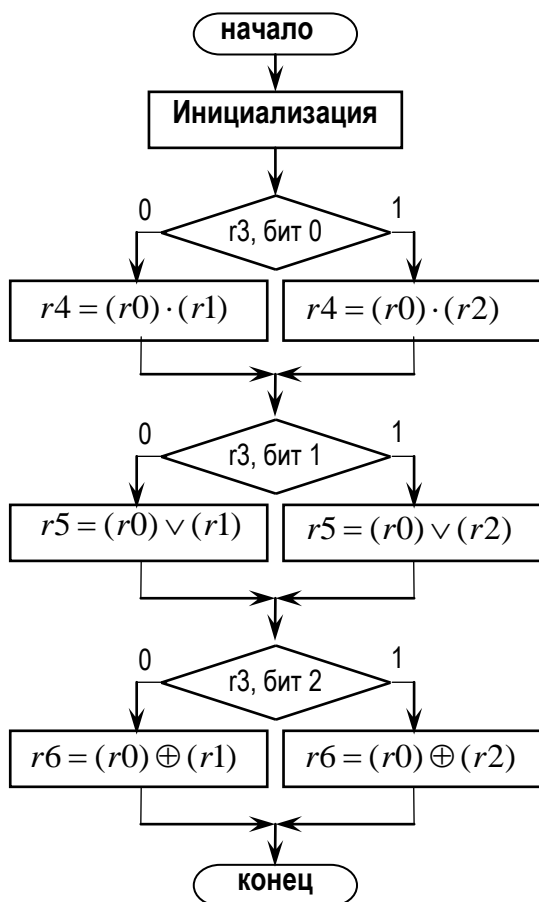

Рис. 2.1. Алгоритм условного выполнения операций с маской
**5) Выполните компиляцию,** нажимая F7, убедитесь в отсутствии ошибок (рис. 2.1). Наличие предупреждений не препятствует продолжению работы
Условное выполнение логических операций иллюстрируется в строках 16 - 28. Задан алгоритм (рис. 2.1), в соответствии с которым должны выполняться логические операции с данными и с одной из масок в зависимости от разрядов 2..0 управляющего кода. Бит 0 управляет выполнением операции И, если он равен 0, то используется маска 1, а если равен 1 – то маска 2. Аналогично биты 1 и 2 управляют выполнением операций ИЛИ и исключающее ИЛИ. Назначение регистров: *r0* - данные, *r1* - маска 1, *r2* – маска 2, *r3* - управляющие логические сигналы, *r4..r6* - результаты логических операций. Отдельные биты кода в регистре *r3* выбирают вариант маски для определенных операций: бит 0 – для операции И; бит 1 – для операции ИЛИ; бит 2 – для операции исключающее ИЛИ.